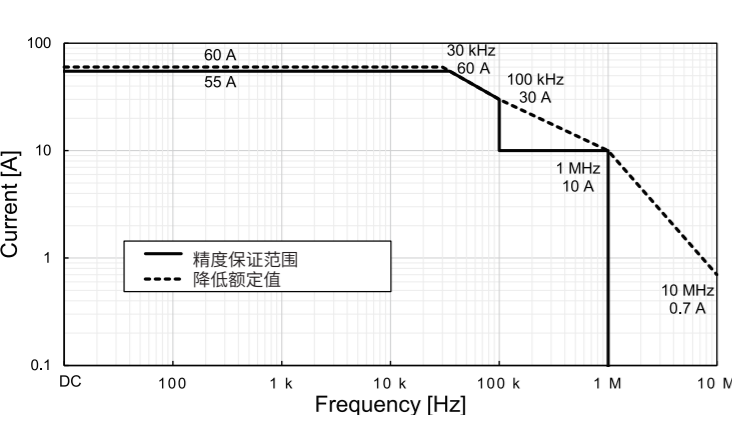

图1：频率额定值降低（0°C～40°C环境下）
最大输入电流	额定值降低范围以内（请参照图1的图形） <p>如果为20 ms以内，则容许最大±200 A peak（设计值）</p>
- 在图1的额定值降低图的精度保证范围内规定振幅精度与相位精度。DC < f < 10 Hz为设计值。